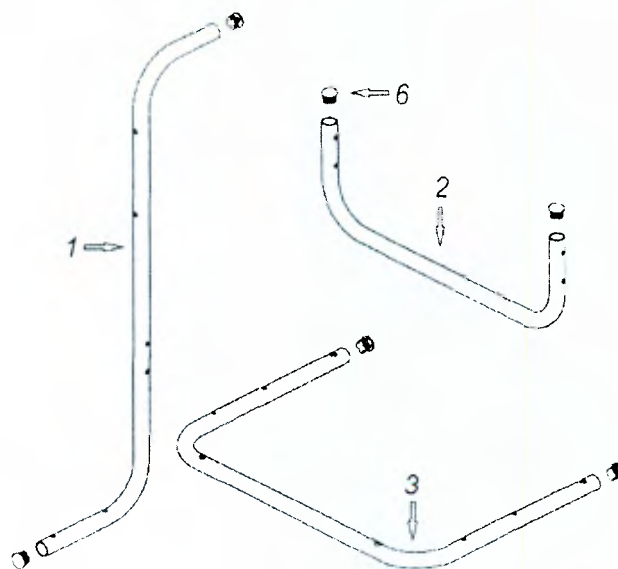

Рисунок 9.
Установите заглушки (6) в торцы стоек (1), основания (3) и поперечины (2) так, чтобы не осталось щелей (рис. 9).